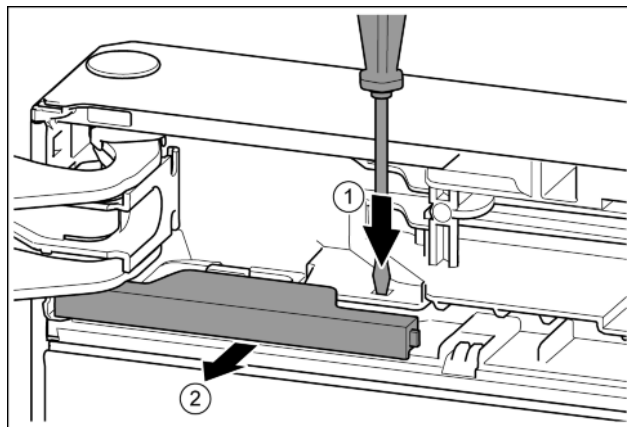

Fig. 10
- ▶ Нажать накладку шлицевой отвёрткой. Fig. 10 (1)
- ▶ Вынуть крышку из зацепления. Fig. 10 (2)